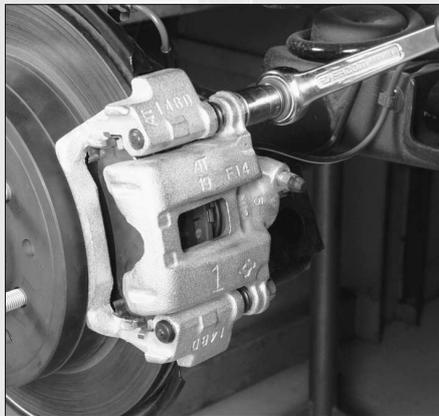

FIG. 12
- Déposer les vis d'axes de l'étrier (fig. 12).